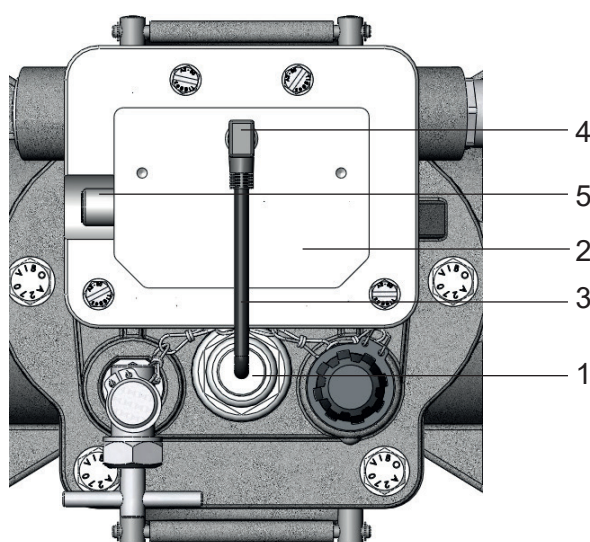

Figure 8 - Couvercle de la boîte de raccordement
La sonde (Fig. 8/ n° 1) est incorporée dans le chapeau du relais Buchholz et l'unité d'amplification et d'analyse électronique (Fig. 8/ n° 2) sont intégrés dans le couvercle de la boîte de raccordement. En état de livraison, les deux éléments sont reliés entre eux au moyen du câble (Fig. 8/ n° 3) et du connecteur LS (Figure 8/ n° 4). L'alimentation en tension de 24 V c.c. ainsi que le transfert des signaux s'effectuent par l'intermédiaire de la sortie d'amplificateur (Fig. 8/ n° 5).
- Brancher le câble quadrifilaire au moyen de sa douille coudée M12 intégrée sur la prise M12 de la sortie d'amplificateur (Fig. 8/4).